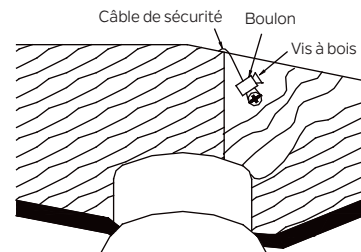

Fig. 15
Étape 2. Insérez le câble de sécurité à travers le support de montage et l'un des trous du boîtier de sortie dans le plafond. Ajustez la longueur du câble de sécurité pour atteindre la vis et les rondelles en tirant le câble supplémentaire à travers le serre-câble jusqu'à ce que la longueur totale soit correcte, remettez l'extrémité du câble à travers le serre-câble, formant une boucle à l'extrémité du câble. Serrez fermement le serre-câble. Maintenant, placez la boucle à l'extrémité du câble de sécurité sur la vis à bois et sous la rondelle. Serrez fermement la vis à bois. (Fig. 15)